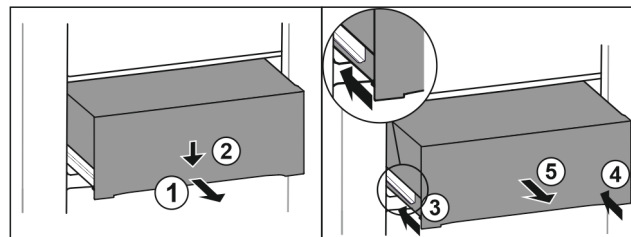

Fig. 100
- Tirer le tiroir jusqu'à mi-chemin. Fig. 100 (1)
- Appuyer sur l'avant du tiroir vers le bas. Fig. 100 (2)
- Insérer le rail gauche d'env. 2 cm (13/16 in). Fig. 100 (3)
- Insérer le rail droit d'env. 2 cm (13/16 in). Fig. 100 (4)
- Retirer le tiroir par l'avant. Fig. 100 (5)